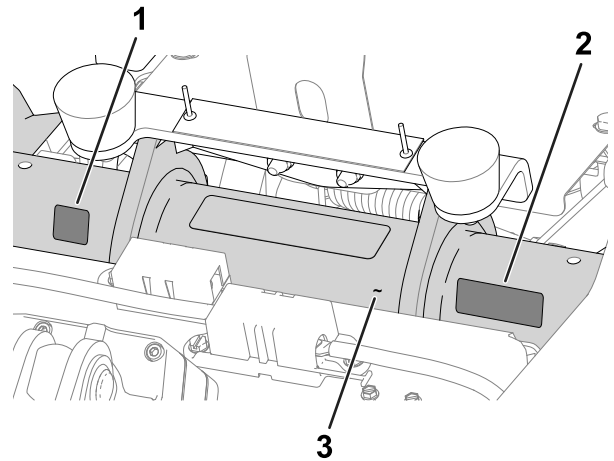

Bild 11
- **Herstellungsjahr-Aufkleber** und **CE-Kennzeichnungsaufkleber**: die Aufkleber am Rahmenrohr unter dem Sitz und dem Seriennummernschild aufbringen; siehe Bild 11.